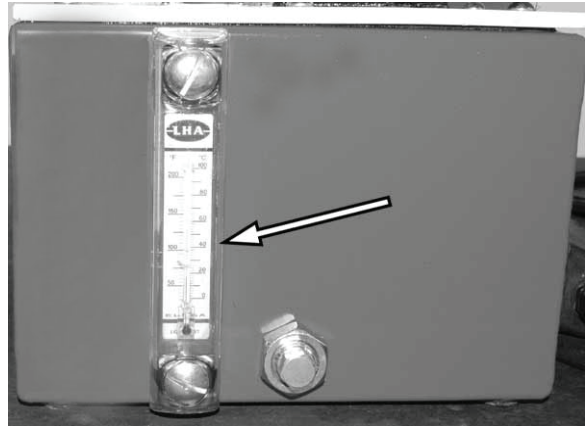

Figura 55.
2. Consulte la Figura 55. Retire los dos tornillos y el termómetro.